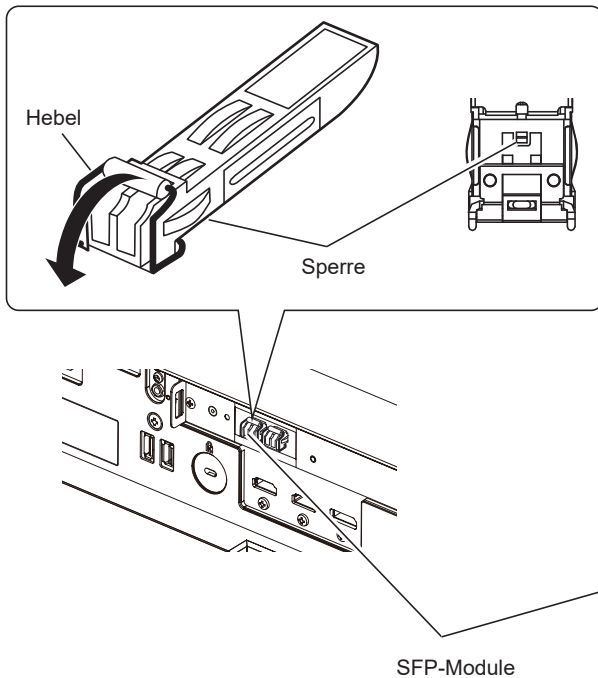

Abb. 1
2) Lösen Sie die Sperre des SFP-Moduls. (Abb. 1)